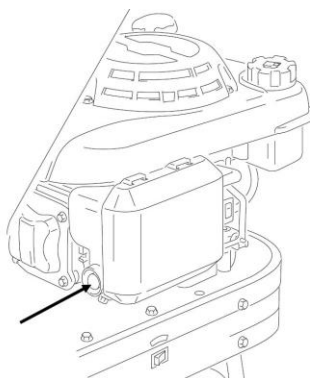

Fig. 5b
- Appuyez sur la pompe d'amorçage 2-3 fois. Ne dépassez jamais 5 fois (Fig. 5b).